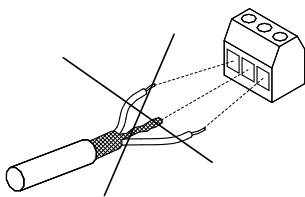

Abb. 38 Schirmenden nicht verdrehen
- Die Schirmenden nicht zusammendrehen. Siehe Abb. 38. Stattdessen sind Kabelschellen oder EMV-Kabelverschraubungen zu verwenden.